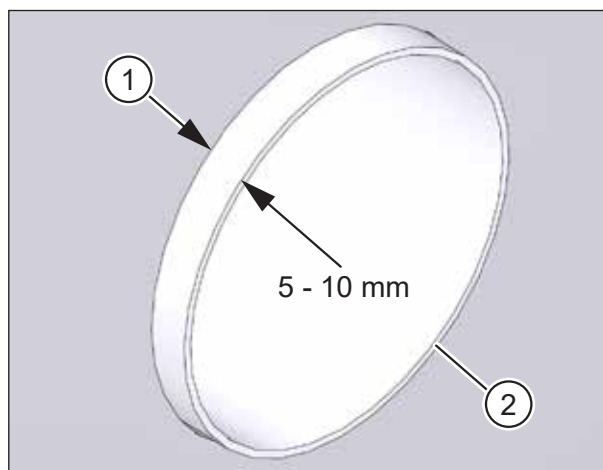

Fig. 10 : Examiner les tuyaux d'aération
- ▶ Vérifiez si les tuyaux d'aération dépassent de 5 à 10 mm (voir pos. 1 dans Fig. 10) de l'enduit extérieur.
- ▶ Vérifiez si les bouts coupés des tuyaux d'aération (voir pos. 2 dans Fig. 10) sont ébavurés.